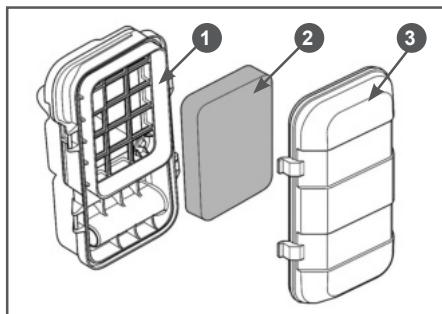

Рис. 24 Обслуживание воздушного фильтра
- Нажмите на фиксаторы и снимите крышку 3 корпуса воздушного фильтра (Рис. 24).
- Извлеките фильтрующий элемент 2 (Рис. 24).
- Произведите очистку крышки 3 и корпуса 1 воздушного фильтра от грязи и пыли (Рис. 24).